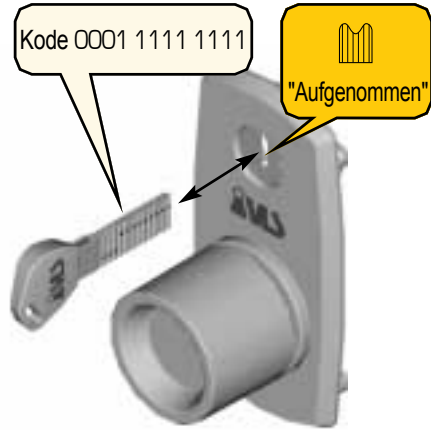

Abbildung 21 - Abänderung
2. Wählen Sie den Kode für Arbeitsgang "Abänderung des "Meisterkodes" 0001 1111 1111 (Abb. 21) auf dem Schlüssel.